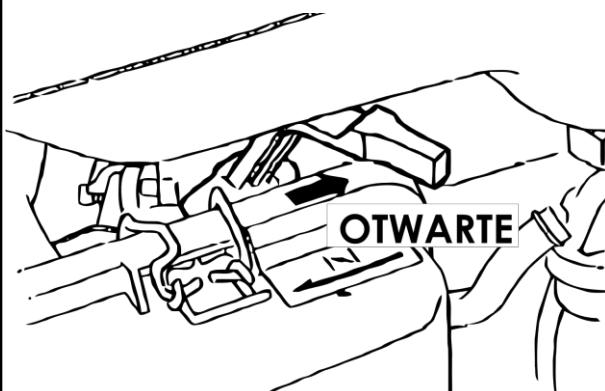

Fig. 3
6. După ce motorul s-a încălzit, mutați maneta de aspirare spre dreapta **Fig. 3.**